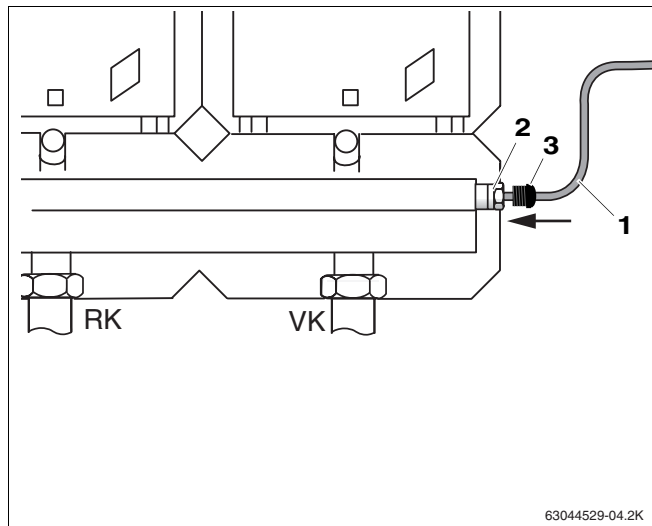

Fig. 9 Sonda di mandata dell'apparecchio di regolazione
- Inserire la sonda di mandata dell'apparecchio di regolazione fino all'arresto nel pozzetto ad immersione (fig. 9, **pos. 2**) del collettore del circuito di riscaldamento.
- Spingere il nipplo in plastica (fig. 9, **pos. 3**) con filettatura esterna sopra il cavo della sonda (fig. 9, **pos. 1**) in direzione del pozzetto ad immersione (fig. 9, **pos. 2**).
- Avvitare a mano il nipplo in plastica (fig. 9, **pos. 3**) nel pozzetto ad immersione (fig. 9, **pos. 2**). Il nipplo in plastica funge da elemento di sicurezza per la sonda.
- Collegare il cavo della sonda (fig. 9, **pos. 1**) alla caldaia o all'apparecchio di regolazione, applicando eventualmente un fermacavo. Il cavo non deve toccare nessuna parte calda della caldaia (vedi istruzioni di montaggio dell'apparecchio di regolazione).